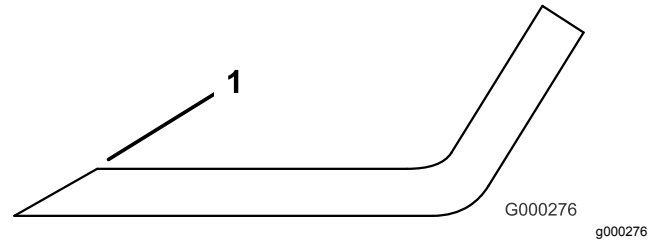

Figura 133
4. e affilatele se fossero ottusi o scheggiati (Figura 133).